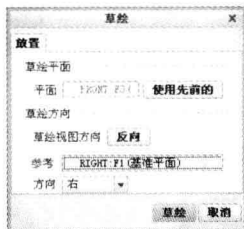

图 7-54 “草绘”对话框
Step 03 在“阵列”选项卡中单击“参考”按钮，弹出“参考”下滑面板，单击“定义”按钮，弹出“草绘”对话框，选择 FRONT 基准平面作为草绘平面，如图 7-54 所示。